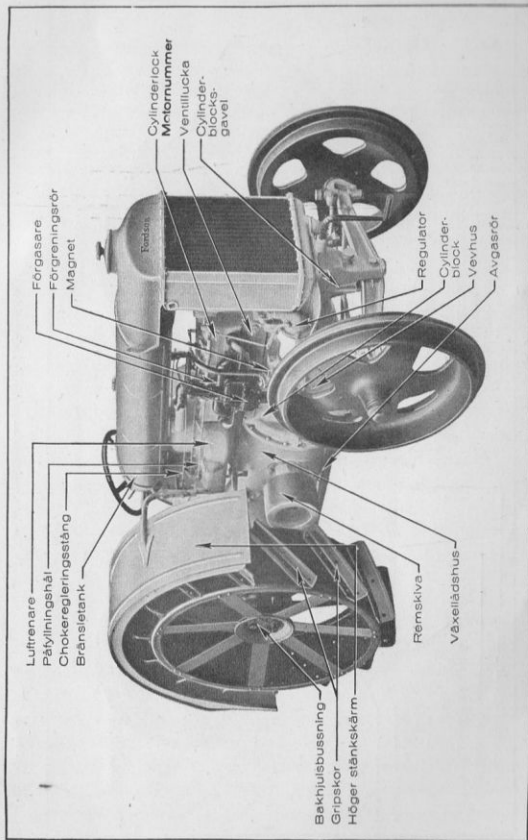

Fig. 1.
*Vid reklamationer uppgiv alltid traktorns motornummer som är stämplat på cylinderblocken (se fig. 1 sida 7).*